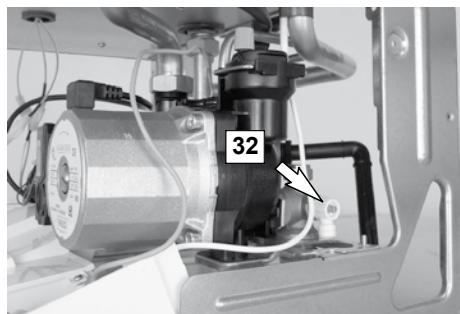

Figura 9.3
- Allentare il rubinetto di svuotamento caldaia 32 in Figura 9.3.